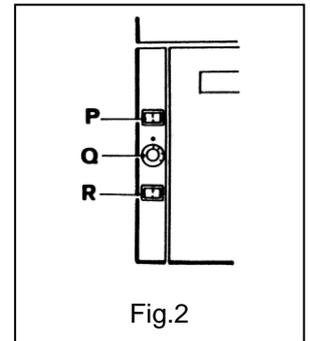

Fig.2
3.2 Armoire chauffante électrique (Fig. 2)